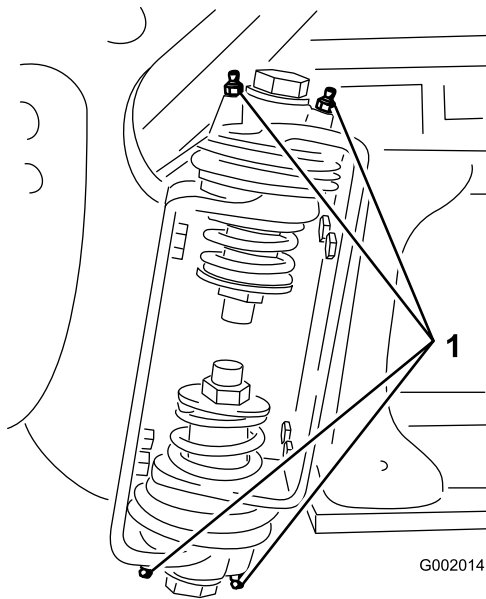

Figure 48
2. Injectez la graisse dans le roulement ou la bague de chaque graisseur (Figure 48).